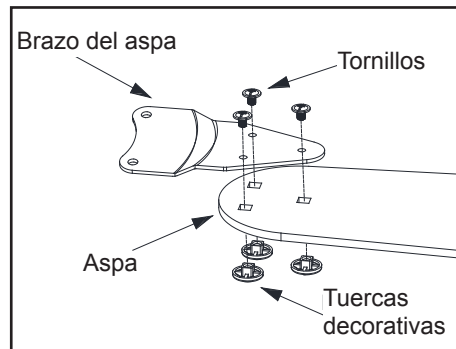

Figura 12
1. Monta un asa en el soporte de la misma usando las tuercas decorativas y los tornillos para montar las aspas incluidos. Inserta un tornillo de montaje de aspas a través del orificio del soporte del asa, el asa y dentro de la tuerca decorativa. Aprieta firmemente todos los tornillos. (Figura 12)
2. Repite estos pasos para cada aspa y soporte de aspa. (Figura 12)